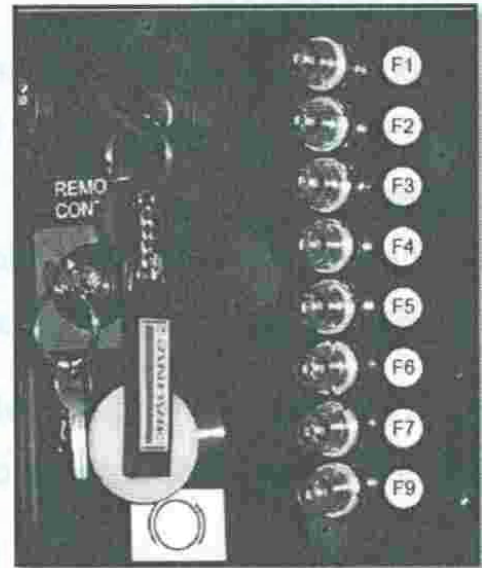

Figura 59. Posición del fusible F4.
5. Compruebe que no ha saltado el fusible del circuito de arranque del motor (f4) (Ver figura 59).